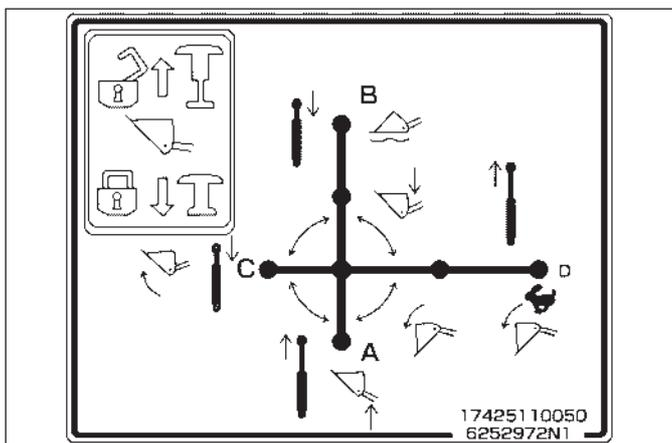

FIG. 4-36
**FIG. 4-36:** Cette manette commande le levage, l'abaissement, le flottement du bras et le recul, le remplissage, déversement et déversement rapide. Après utilisation des commandes levage, abaissement du bras et remplissage, déversement du godet, la manette revient en position neutre quand elle est relâchée. Un dispositif de maintien garde la manette en position flottement du bras.